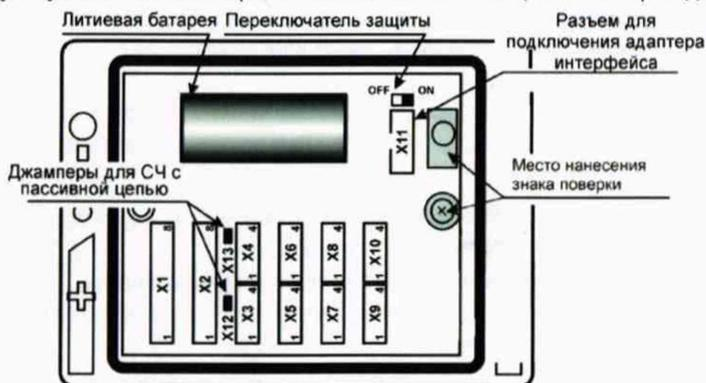

Рис.5.3 Размещение разъемов на модуле и мест нанесения знака поверки.
- отключите соединители от разъемов вычислителя и подключите к разъему X11 (рис.5.3 РЭ) штатный адаптер интерфейса, если ранее он был отключен;
Знак поверки наносится на наклейку, защищающую доступ к кнопке «калибровка» на электронном модуле (платы) прибора и крепежный винт защитного каркаса электронного модуля внутри корпуса прибора (рис. 5.3 РЭ).
Примечание: Соединитель С4, адаптер АПС70 и компьютер применяются только при автоматизированной поверке. При этом в вычислителях, имеющих встроенный интерфейс Ethernet, к разъему X11 (рис. 5.3) должен быть подключен внешний адаптер RS232, к которому, в свою очередь, подключается соединитель С4.
- наличие установленных джамперов Х12 и Х13 (рис. 5.3).
- установите в левое положение (OFF) переключатель установки защиты (рис.5.3 РЭ) и выведите на табло (п.3.3 РЭ) настроечный параметр **ПИ (БД-Системные-Общие)**;
- установите в вычислителе переключатель защиты в правое положение (ON) (рис.5.3 РЭ);
- последовательно устанавливая на выходе стенда СКС6 меры сопротивления (R) - значения сопротивлений согласно таблице 7.1, определите при каждом значении сопротивления, показания температуры по обоим трубопроводам, которые должны соответствовать значениям, указанным в таблице 7.1;